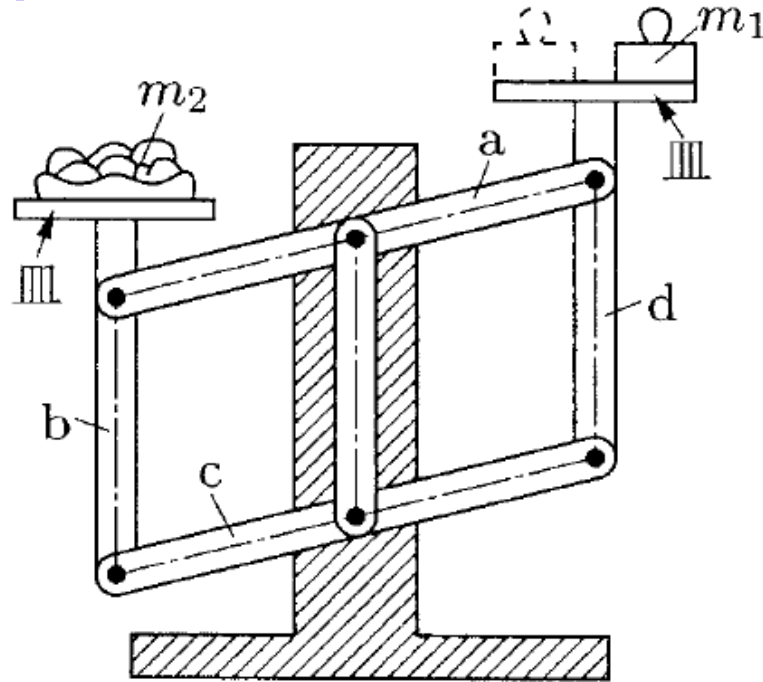

図17 ロバーバル秤
- 図17は平行四辺形のリンク機構の対向するリンクaとcの中央を回転支持して、左右の皿が平行に上下動するロバーバル秤(Roberval's balance)である。
- 図17の右側の皿のように、分銅 m_1 を皿のどの位置に置いてもつりあう。